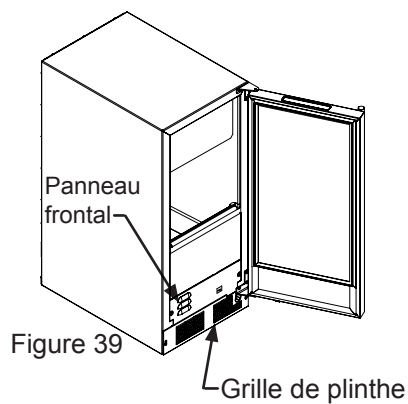

Figure 39
2. Ôtez le panneau frontal et la grille de plinthe de l'avant de la machine à glaçons (Voyez les Figures 39 et 39a).